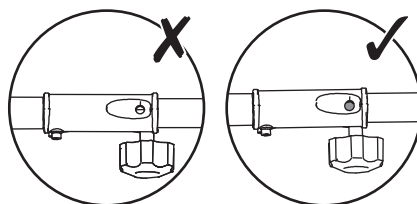

Fig. 2
3. Asigură-te că piciorușul (11a) se fixează bine în loc (Fig. 2).